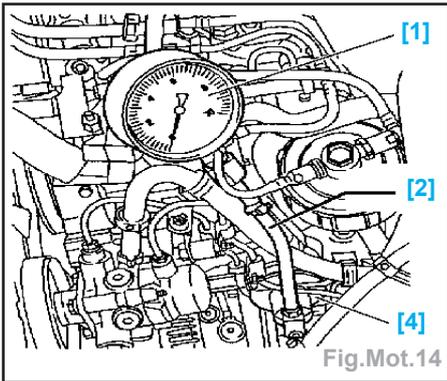

Fig.Mot.14
- Poser le manomètre [1] et le flexible [2] sur l'outil [4] (Fig.Mot.14).